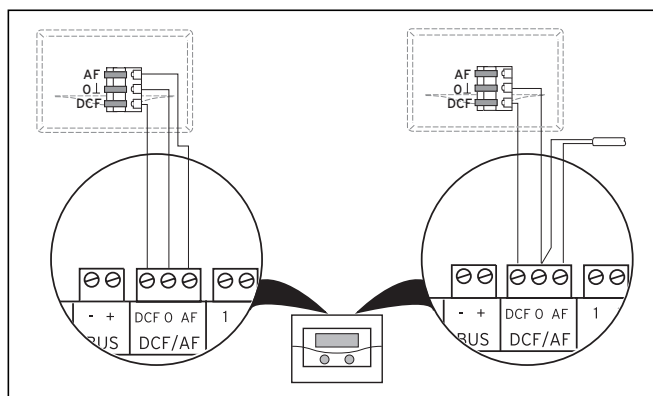

Рис. 5.12 Подключение DCF-приемника VRC
- Выполните электромонтаж DCF-приемника согласно рис. 5.12: